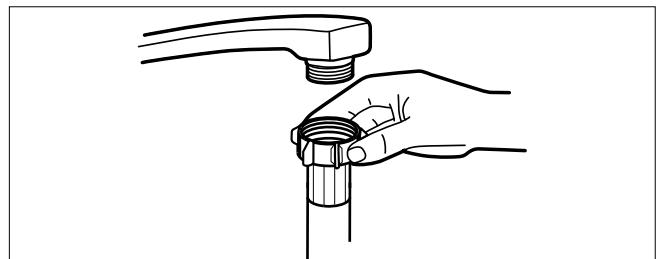

Abb. 5 – Wasserschlauch anschließen
- ▶ Schließen Sie den Wasserzulaufschlauch (25) an einen Kaltwasserhahn mit 3/4" Gewinde an (siehe Abb. 5).